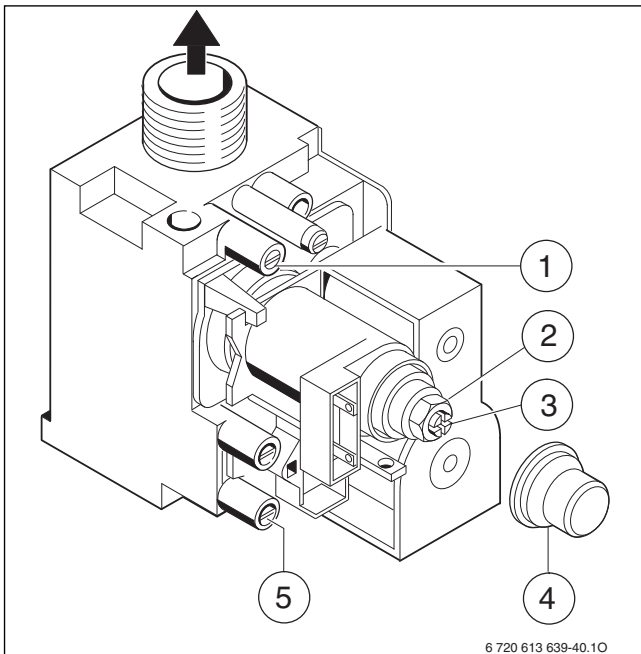

Bild 46 Gasarmatur
- Dichtschrube am Mess-Stutzen für Düsendruck (→ Bild 46, [1]) lösen und U-Rohrmanometer anschließen.
- Abdeckung (→ Bild 46, [4]) entfernen.
- Für „max“ angegebenen Düsendruck (mbar) aus Tabelle Seite 56 entnehmen. Düsendruck über Einstellschraube max. Gasmenge (→ Bild 46, [2]) einstellen. Rechtsdrehung mehr Gas, Linksdrehung weniger Gas.
- Für „min“ angegebenen Düsendruck (mbar) aus Tabelle Seite 56 entnehmen. Düsendruck über Einstellschraube min. Gasmenge (→ Bild 46, [3]) einstellen.
- ▶ Dichtschaube am Mess-Stutzen für Gas-Anschlussfließdruck (→ Bild 46, [5]) lösen und Druckmessgerät anschließen.
- ▶ Abdeckung (→ Bild 46, [4]) entfernen.
- ▶ Für „max“ angegebene Gasdurchflussmenge aus Tabelle Seite 56 entnehmen. Gasdurchflussmenge über Gaszähler an Einstellschraube max. Gasmenge (→ Bild 46, [2]) einstellen. Rechtsdrehung mehr Gas, Links-drehung weniger Gas.
- ▶ Für „min“ angegebene Gasdurchflussmenge aus Tabelle Seite 56 entnehmen. Gasdurchflussmenge über Gaszähler an Einstellschraube min. Gasmenge (→ Bild 46, [3]) einstellen.